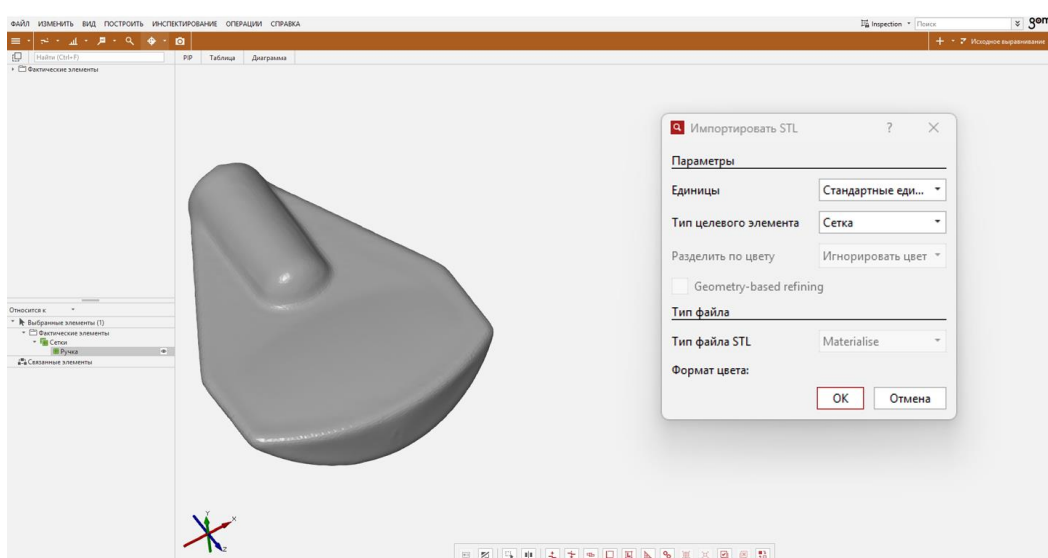

Рис. 15. Импорт результатов сканирования
3. настройте параметры импорта (система координат, масштаб, единицы измерения) (Рис. 15).